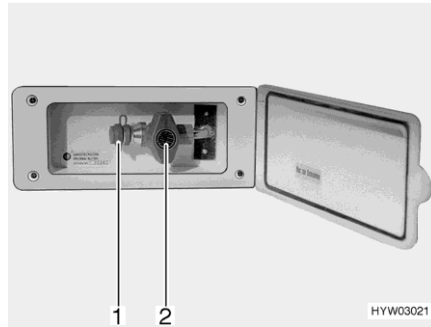

Bild 82 Externer Gasanschluss (Gasabsperrventil geschlossen)
- Externes Gasgerät an der Anschluss-Stelle (Bild 82,1) anschließen.
- Das Gasabsperrventil (Bild 82,2) öffnen.